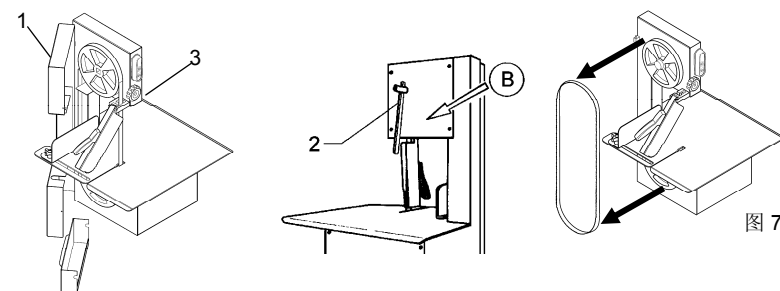

图 7.6.2
7.6.2 更换锯片 (图7.6.2)
-释放图7.6.2中箭头“B”指示的旋钮“2”。
-转动位置“A”（图7.6.2）上的旋钮，拉长锯片。